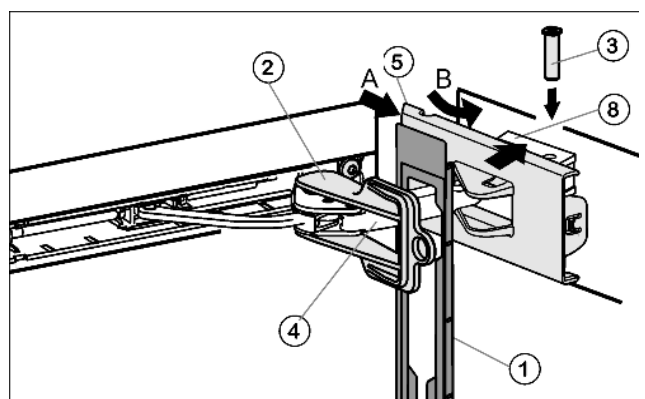

Fig. 24
- ▶ Навесьте накладку Fig. 24 (1) на амортизационную скобу Fig. 24 (4) таким образом, чтобы передние защелки показывали во внутрь, а передняя сторона была направлена к устройству.
- ▶ Отодвиньте (А) крышку Fig. 24 (5) наружи и поверните (В) через опорную деталь Fig. 24 (8).
- ▶ Установите крышку Fig. 24 (5) и защелкните ее до первого фиксатора.
- ▶ Притяните амортизационную скобу *Fig. 24 (4)* к опорной детали *Fig. 24 (8)* и сверху вставьте палец *Fig. 24 (4)* таким образом, чтобы квадратная головка сидела в углублении.
- ▶ Теперь полностью защелкните крышку *Fig. 24 (5)* на опорной детали *Fig. 24 (8)*.
- ▶ Поворотом снимите фиксатор *Fig. 24 (2)*.
- ▶ Защелкните накладку *Fig. 24 (1)* на дверце.